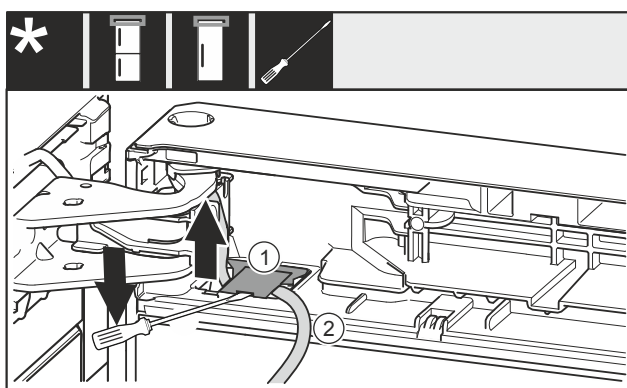

Fig. 21
- ▶ Dvignite pokrov Fig. 21 (1) in ga izvlecite s ploščatim izvijačem.
- ▶ Izvlecite kabel Fig. 21 (2).